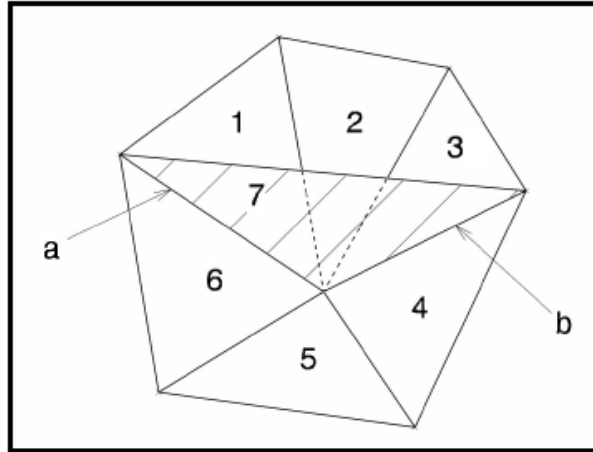

Figura 5.19: Representación de aristas *non-manifold*.
- Aristas o bordes que no son variedad bidimensional (bordes *non-manifold*):** este tipo de defectos provocan que se formen triángulos cuyos lados comparten más de dos triángulos. Se pueden detectar porque aparecen de forma aislada y rompen la homogeneidad de la malla. La figura 5.19 muestra una representación donde el lado “a” está compartido por los triángulos 1, 6 y 7, y el lado “b” está compartido por 3, 4 y 7. Esto indica que tanto el lado “a” como el lado “b” son aristas *non-manifold* que hacen que la malla no sea una variedad bidimensional.